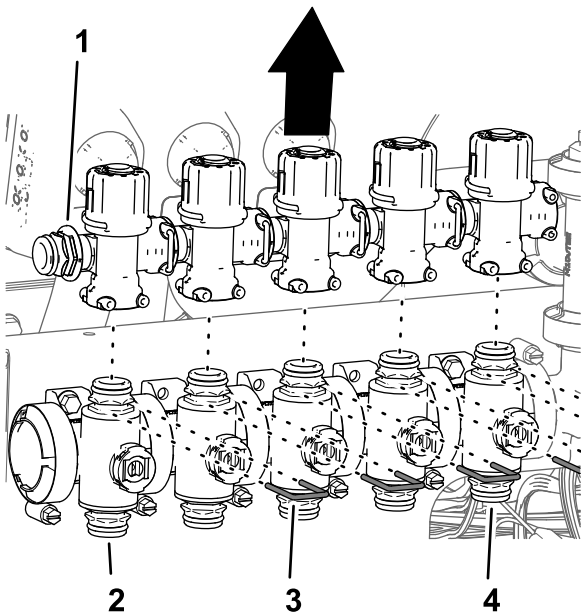

図 100
4. ノズルバルブ 1-7 にバイパスバルブを固定しているリテーナを外す 図 100。
5. ノズルバルブ 1-5 からのバイパスバルブを一旦外し 図 100、